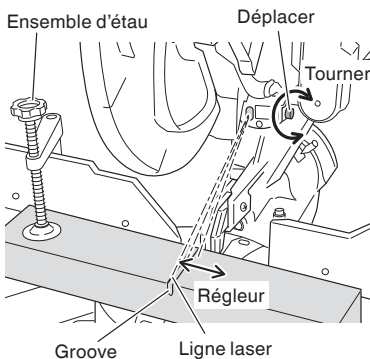

Fig. 19
- (2) Cela fait, tourner le réglage et décaler la ligne laser. (Quand on tourne le réglage dans le sens des aiguilles d'une montre, la ligne laser se décale vers la droite et quand on tourne le réglage dans le sens contraire des aiguilles d'une montre, la ligne laser se décale vers la gauche.) Si on travaille avec la ligne tracée à l'encre sur le côté gauche de la lame de scie, il faut aligner la ligne laser avec le côté gauche de la rainure. (Fig. 19) Si on travaille avec la ligne tracée à l'encre sur le côté droit de la lame de scie, il faut aligner la ligne laser avec le côté gauche de la rainure.